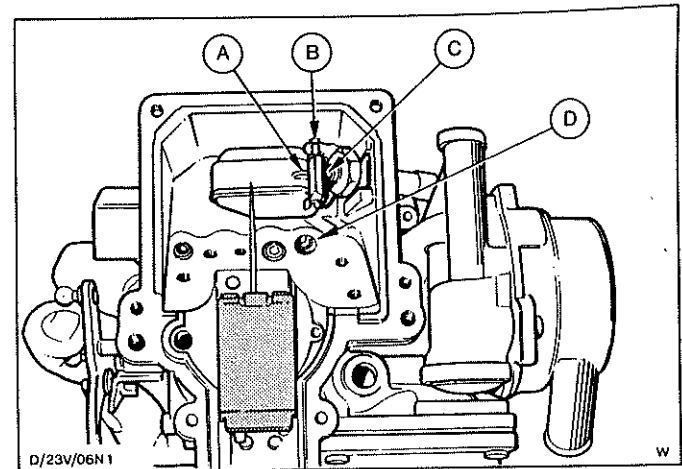

Abb.52 Schwimmernadelventil einsetzen
17. Schwimmernadelventil, Schwimmer und Schwimmerachse einsetzen, Abb.52.
18. Zuerst Kugel, dann Gewicht in den Auslaßkanal-Beschleunigerpumpe einsetzen, Abb.52.